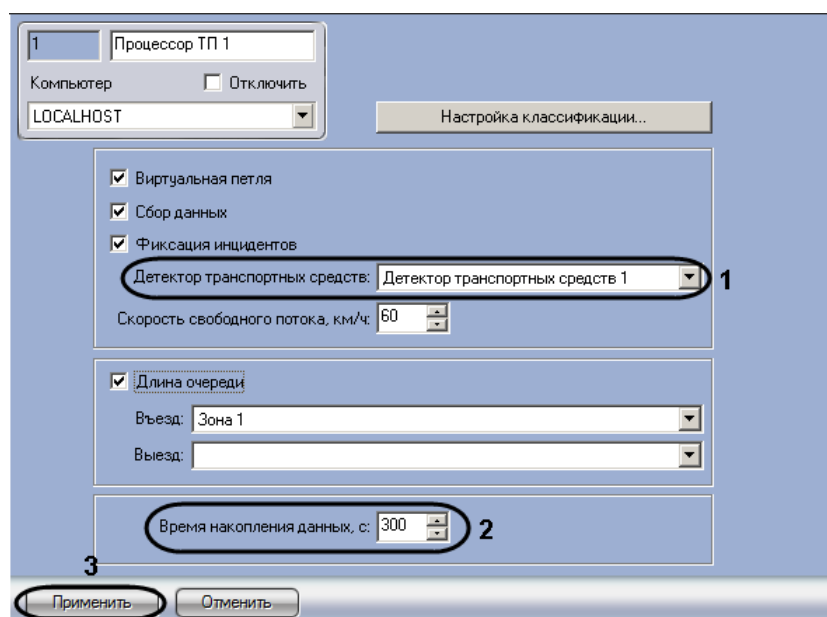

Рис. 7.7—9. Настройка взаимодействия модулей «Процессор транспортного потока» и «Детектор транспортных средств»
1. Перейти на панель настройки объекта «Процессор ТП» (см. Рис. 7.7—9)
2. Из раскрывающегося списка «Детектор транспортных средств» выбрать название одноименного объекта, соответствующего требуемому программному модулю (см. Рис. 7.7—9, 1)
3. В поле со списком «Время накопления данных, с» ввести временной период в секундах, в течение которого модуль «Процессор транспортного потока» принимает сообщения от модуля «Детектор транспортных средств» и производит усреднение характеристик транспортного потока (см. Рис. 7.7—9, 2). По истечении данного периода данные сохраняются в базу данных модуля «Процессор транспортного потока»